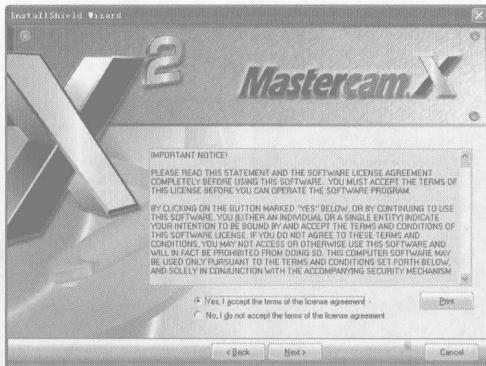

图 1-5 安装界面 2
(4) 单击 **Next >** 按钮出现安装界面 2，并选择【Yes, I accept the terms of the license agreement】单选按钮，如图 1-5 所示。